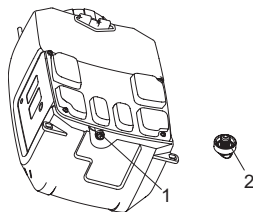

Figur 14
- Før en liten ledning gjennom det eksponerte hullet for å fjerne rusk. Skyll deretter med vann. Se figur 14.